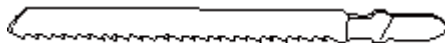

Рис. 4. Пильное полотно.
**ВНИМАНИЕ!** Для данной модели лобзика разрешено использовать пильные полотна ТОЛЬКО с Т-образным хвостовиком, как показано на рис. 4.